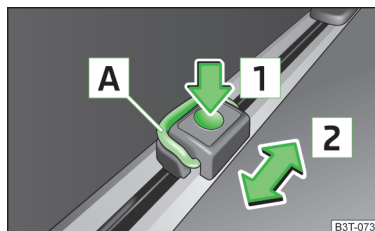

Fig. 118
- Pulsar la tecla en la dirección de la flecha **[1]** » fig. 118 y mover las argollas de amarre hasta la posición deseada en el sentido de la flecha **[2]**.